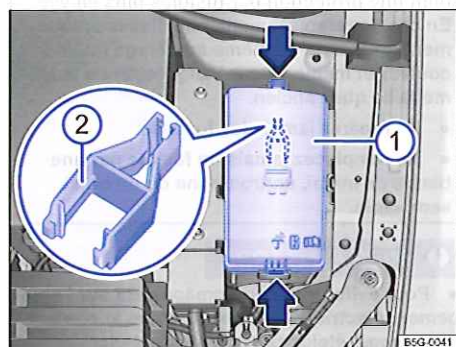

Fig. 248 Dans le compartiment-moteur : cache ① de la boîte à fusibles avec pince en plastique ②
- Poussez les touches de verrouillage dans le sens des flèches pour déverrouiller le cache de la boîte à fusibles \Rightarrow fig. 248 ①.